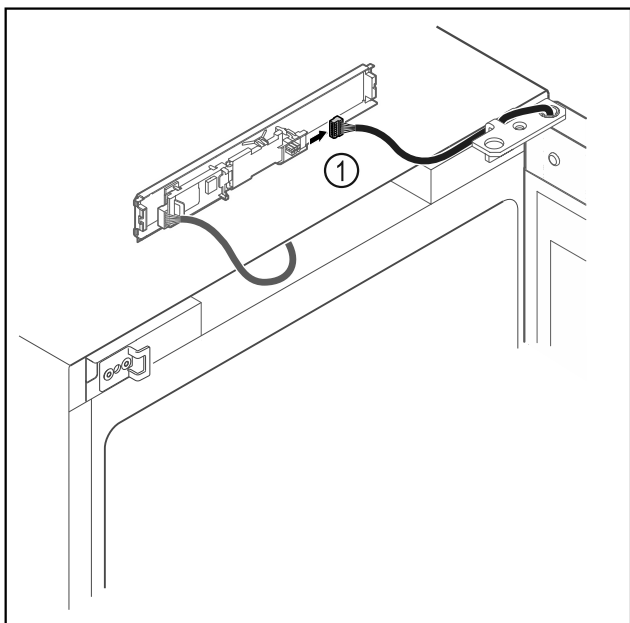

Fig. 11
- Scollegare il connettore Fig. 11 (1) dalla scheda.